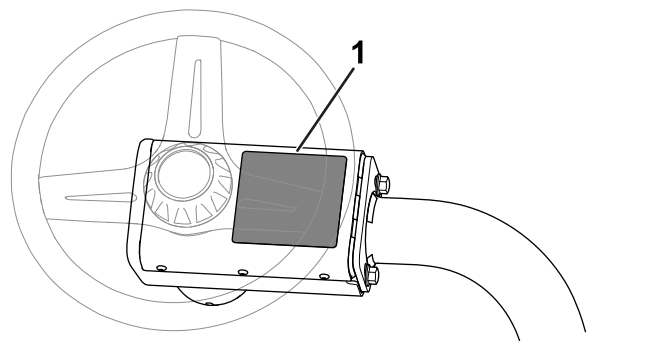

Рисунок 13
- Приклейте предупреждающую наклейку CE (№ по кат. 136-8505) поверх имеющейся предупреждающей наклейки (№ по кат. 136-8506); см. Рисунок 13.